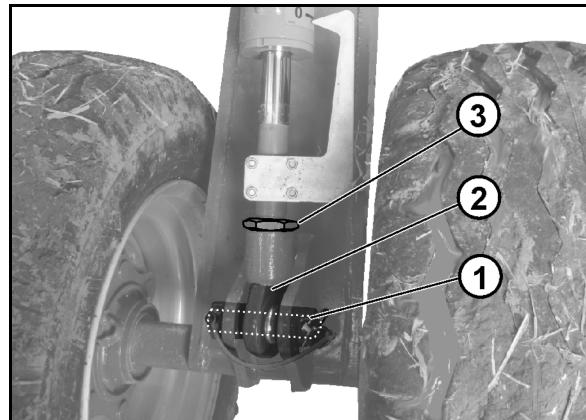

Рис. 49
- установите транспортную защитную накладку (Рис. 49/3).
- закрепите зубья при помощи фиксирующих пальцев (Рис. 49/1) в положении 2.